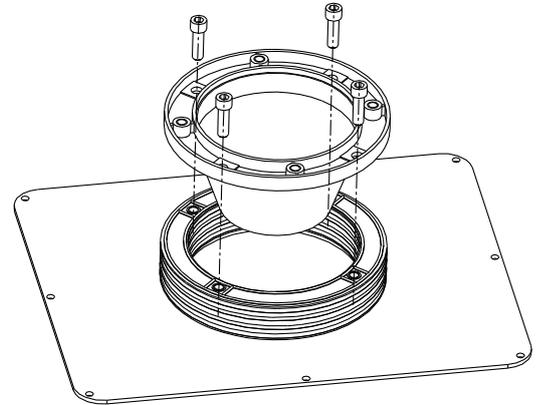

Bild 5: Montage Dämpfungsring DT mit Pumpenträger
- Schrauben durch die Bohrungen im Pumpenträgerkragen stecken und mit den Gewinden im Dämpfungsringe DT verschrauben (siehe Bild 5).